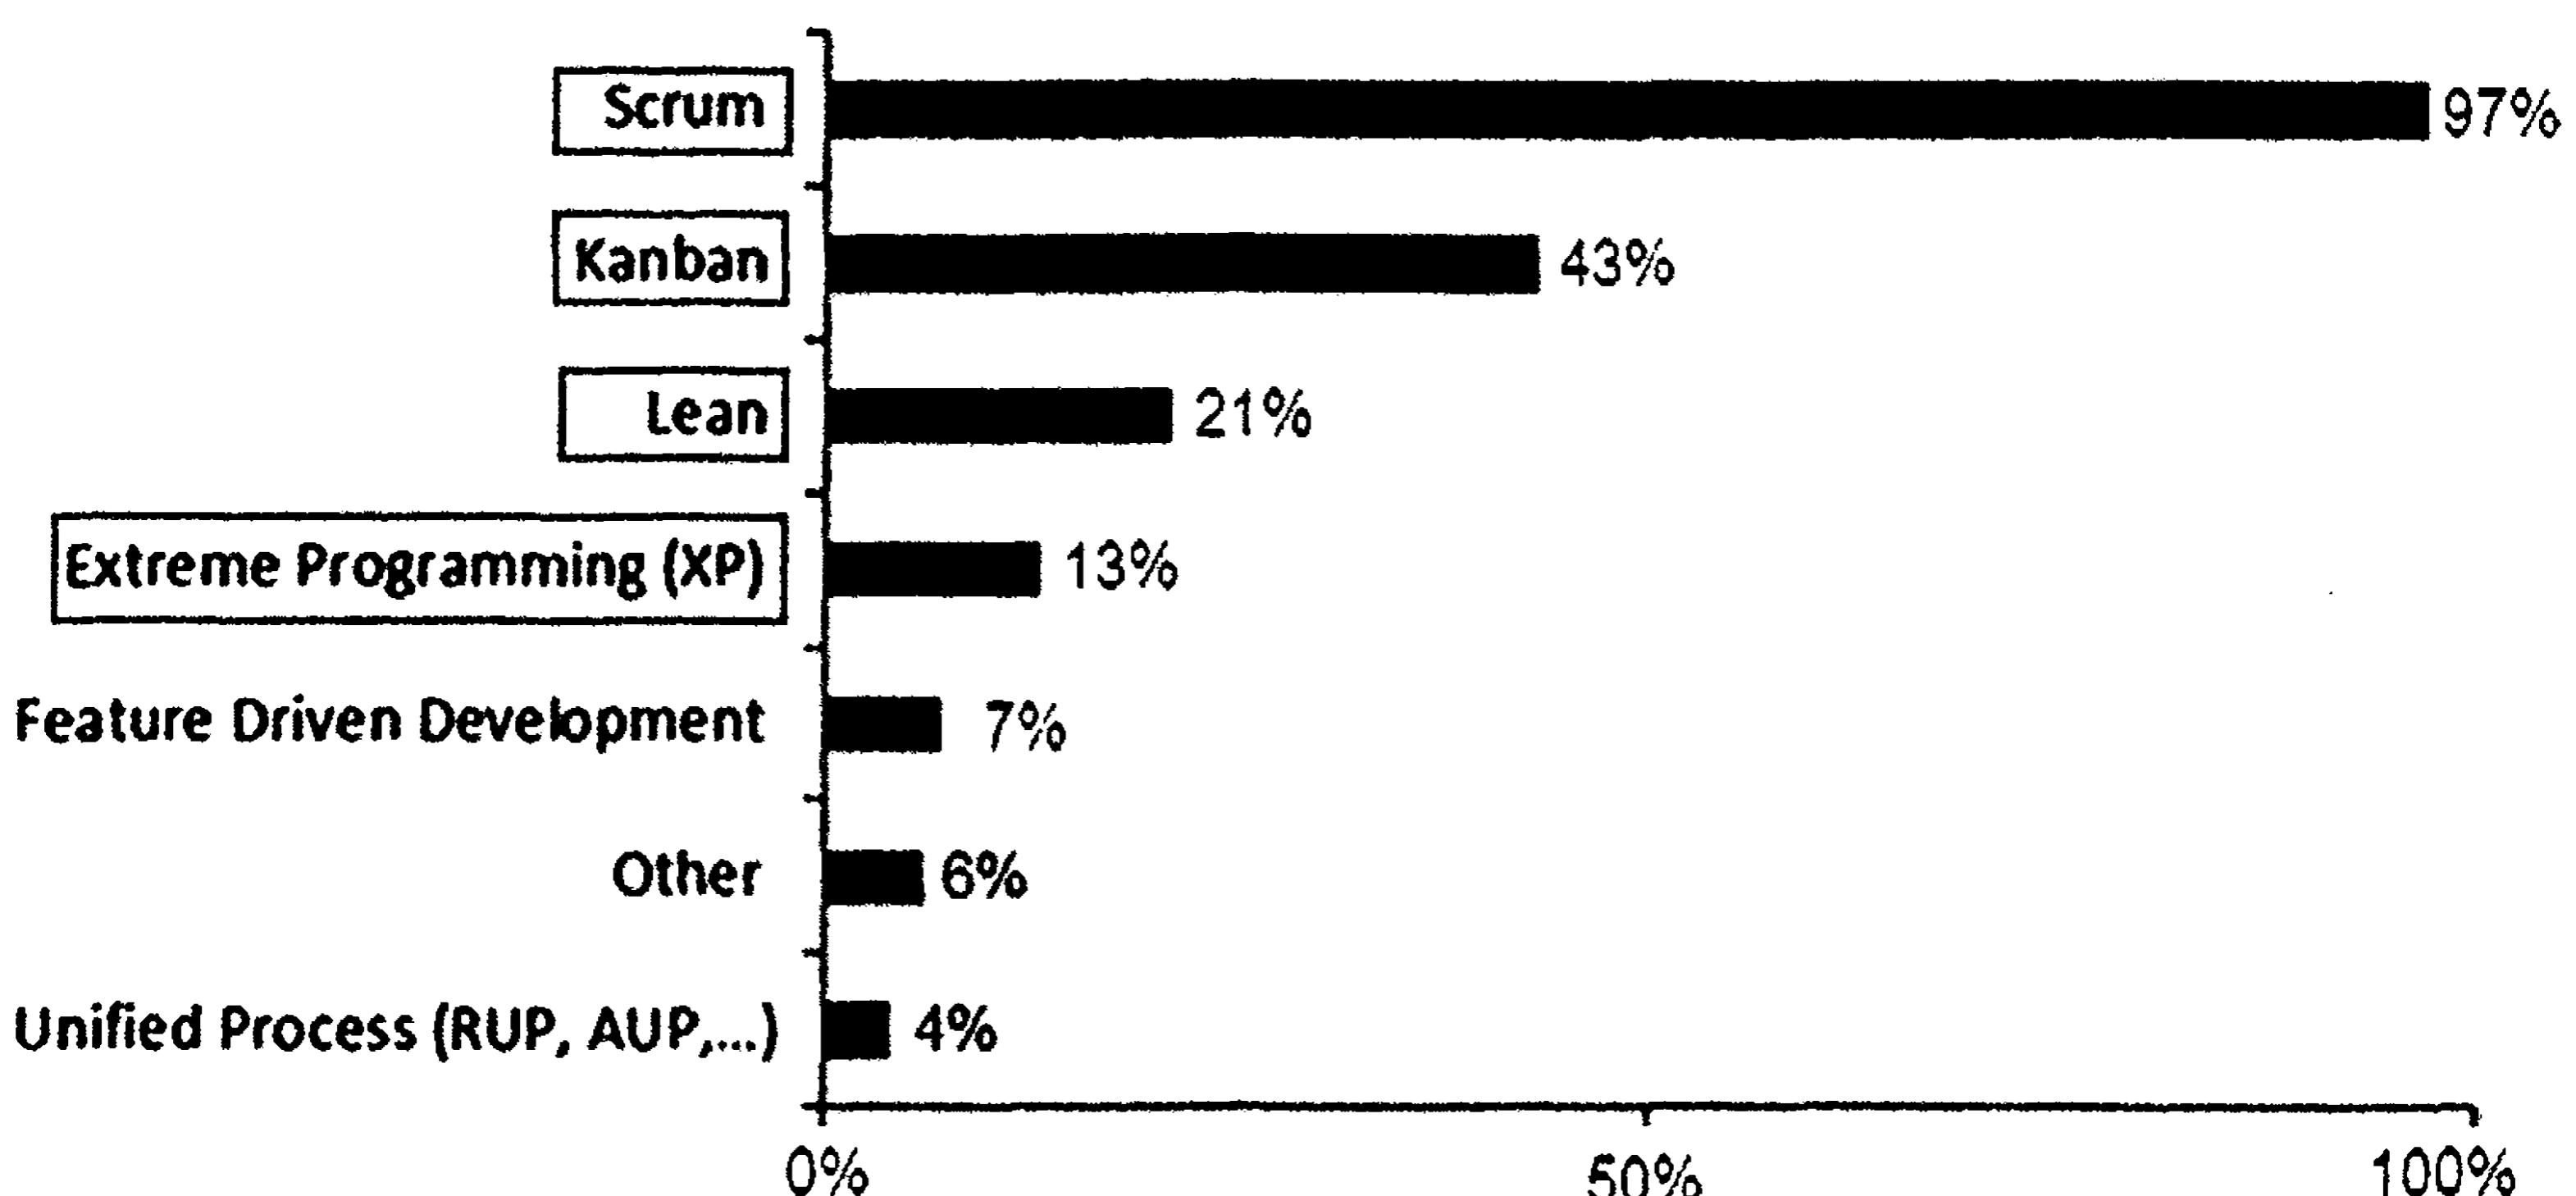

Рис. 1.20. Популярность Agile-практик в 2015 г.
*Agile*-набор гибких принципов и методик управления в условиях неопределенных и часто меняющихся требований. Эти принципы надо встроить в деятельность компании для достижения цели. *Agile*-подход в последние годы набирает все большую популярность (рис. 1.20).